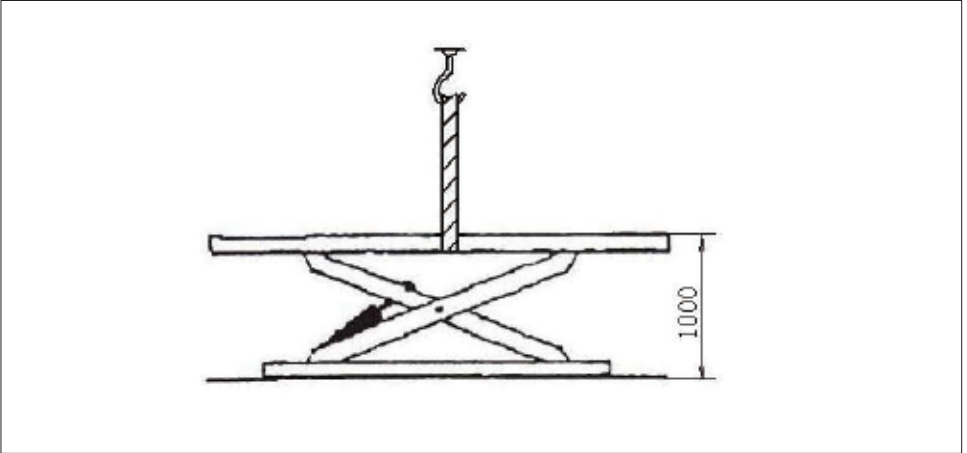

Figura 5
- En el lugar de instalación, se debe preparar la fuente de alimentación eléctrica y la fuente de aire con antelación para la posición de la consola. La altura en interior no debe ser menos de 4000MM Se recomienda instalar la elevadora en el foso, se construye la fundación de instalación como se muestra en Figura 5
Se debe insertar calce de regulación en el fondo de la plataforma y utilizar la carretilla elevadora u otro equipo de izamiento para elevar la plataforma de elevación [Figura 5] hasta una altura de alrededor de 1000MM, con el fin de asegurar que el dispositivo de seguridad mecánica esté activado y bloqueado